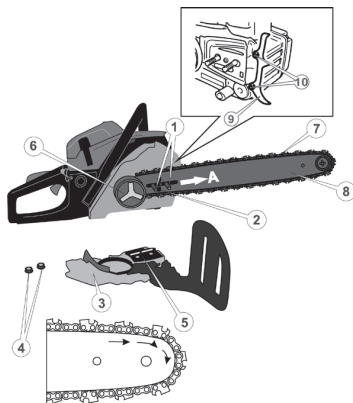

Рисунок 3. Схема встановлення шини із різальним ланцюгом.
5.1.2 Встановлення прямої шини із різальним ланцюгом (рис. 3).
2. Встановити на передній частині корпусу зубчастий упор (9, рис. 3) та зафіксувати його гвинтами.
7. Посунути шину в напрямку стрілки (А, рис. 3), щоб ланцюг злегка натягнувся.
8. Встановити кришку шини так, щоб штифт регулятора ланцюга (1, рис. 3) точно збігався з натяжним отвором шини (2, рис. 3).
9. Закрутити гайки (4, рис. 3) не затягуючи їх.